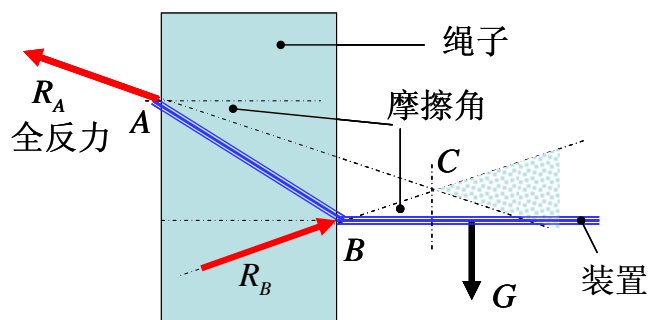

图4 装置保持静止的条件
**2 定时下落**，是让装置能在直杆上停留特定的时间，然后自己落下来。因此关键是要精确控制装置内的某种运动。其原理与上次竞赛中的“单向自锁”类似：在图 4 中，当圆环套在绳索中，设圆环与绳索在  $A$ 、 $B$  处接触， $C$  为两接触处摩擦角的交点。根据受力分析，很容易看出  $C$  点是装置平衡的临界点：只要装置的重心  $G$  在  $C$  点的右侧，装置就可以自锁平衡；装置的重心  $G$  在  $C$  点的左侧，装置就不能自锁而下滑，如图 4 所示。利用这一原理，开始时让杯子中注满水，重心在  $C$  点右侧；水流出来后重心在  $C$  点的左侧，就是可能的解答。具体比赛中可以利用水的流动，也可以利用钢珠的滚动。